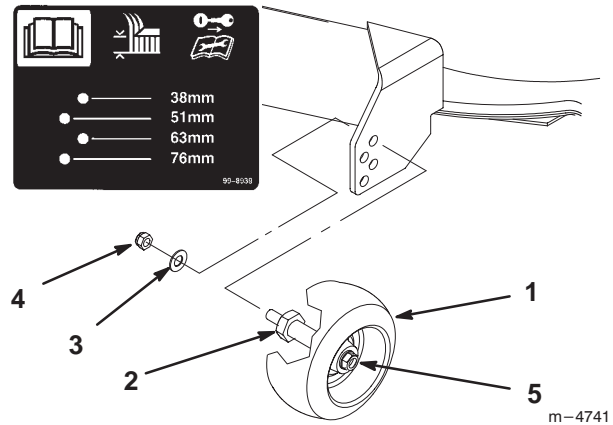

Abbildung 17
2. Nach Einstellung der Schnitthöhe die Mutter und Unterlegscheibe entfernen, während der Bolzen mit einem Schraubenschlüssel gehalten wird (Abb. 17).
Hinweis: Nicht die Radmutter und Unterlegscheibe entfernen (Abb. 17).
3. Das Loch so wählen, daß das Eichrad auf der nächsten gewünschten Schnitthöhe positioniert ist (Abb. 17).
4. Bolzenmutter und Unterlegscheibe wieder anbringen (Abb. 17).